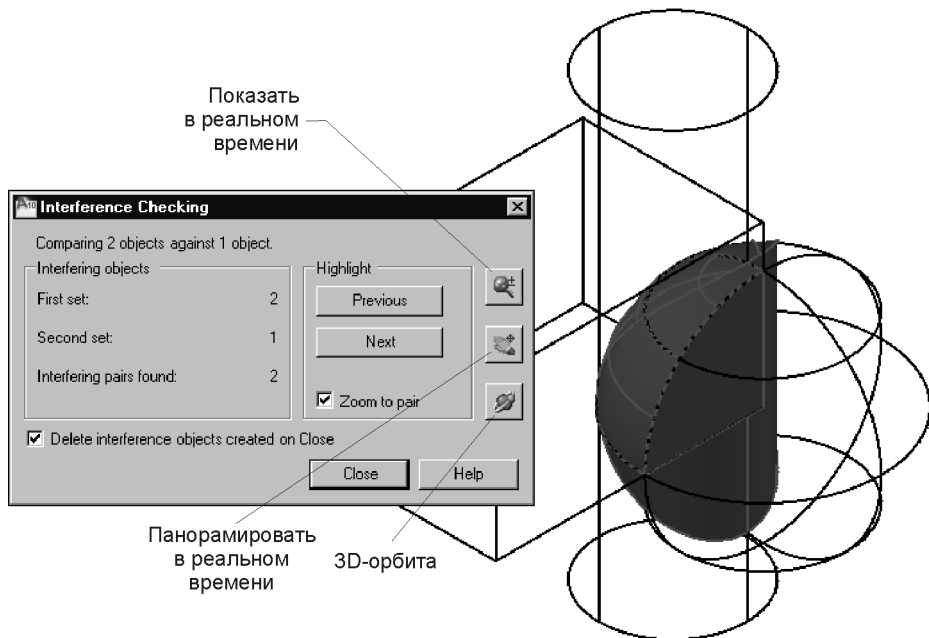

Рис. 5.14. Диалоговое окно **Interference Checking** и общая часть проверяемых тел
4. Для завершения выбора нажмите клавишу <Enter>. В отсутствие пересечений между телами команда будет завершена. Если установлено взаимодействие тел, появится диалоговое окно **Interference Checking** (Проверка взаимодействий), а общая для проверяемых тел часть будет выделена красным цветом (рис. 5.14).